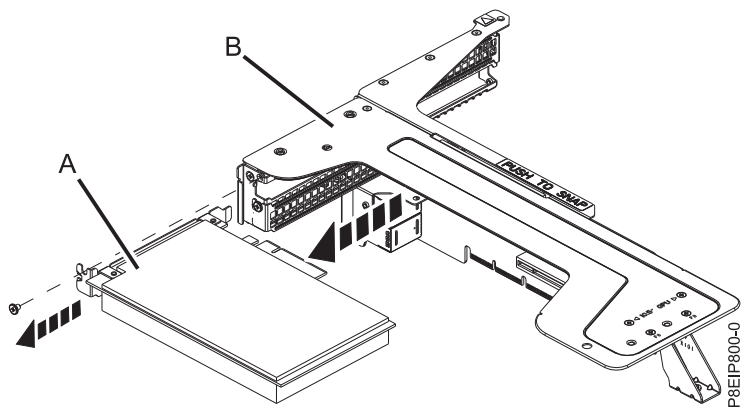

Figure 40. Retrait d'une carte dans la position 3 du connecteur de bus
- g. Déconnectez une carte (A) dans la position 3 du connecteur de bus de la carte PCIe (B) comme indiqué dans la figure 40.